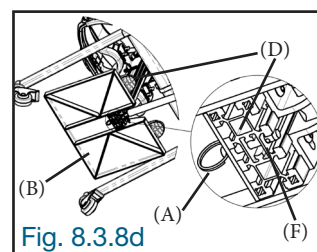

Fig. 8.3.8d
Insérer la goupille à dégagement rapide (A) sous le plateau de pieds (B) en vous assurant que le verrou (F) de la goupille soit complètement dégagée de l'autre côté du châssis (D) afin qu'elle soit bien verrouillée (Fig. 8.3.8d).